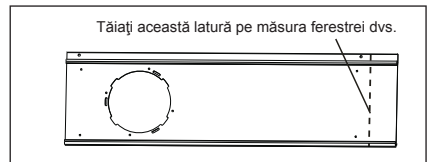
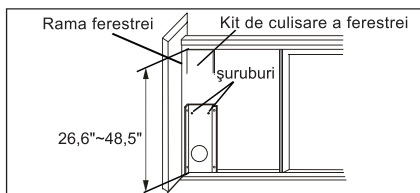

Fig. 14
Fig. 19
lățimea ferestrei este mai mică de 26,6 țoli (Fig. 14).
2. Deschideți geamul și puneți kit-ul de culisare a ferestrei pe rama ferestrei. Consultați Fig. 19. Prindeți kit-ul de culisare a ferestrei de rama ferestrei. Reglați lungimea kitului de culisare a ferestrei în funcție de înălțimea ferestrei. Înșurubați cele două șuruburi de kit-ul de culisare a ferestrei. Consultați Fig. 19. Tăiați kitul reglabil de culisare a ferestrei dacă înălțimea ferestrei este mai mică de 26,6 țoli (Fig. 14).